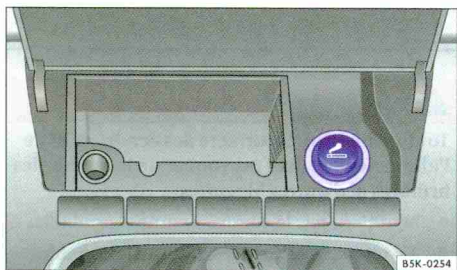

Fig. 113 Dans la console centrale avant : allume-cigare dans le cendrier.
- Enfoncez le bouton de l'allume-cigare lorsque le contact d'allumage est mis ⇒ fig. 113.